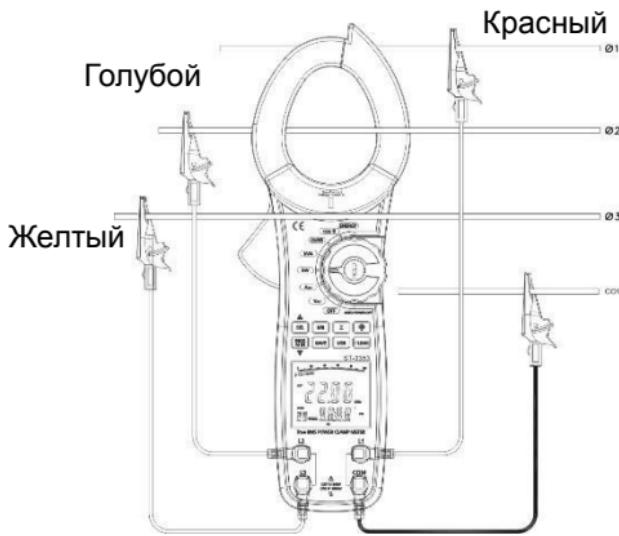

Рис. 6
3. Метод подключения (см. рис. 6, 7, 8):
- При измерении по схеме «3 фазы, 4 провода» подключить прибор, как показано на рис. 6.
Нажать кнопку Σ и удерживать в течение 1 секунды для перехода в нормальный режим измерения. На рис. 6 $\Sigma W = W_1 + W_2 + W_3$.
3. Метод подключения по схеме «3 фазы, 4 провода» или «3 фазы, 3 провода» показан на рис. 6 и 15.
3. Метод подключения схемы «3 фазы, 4 провода» и «3 фазы 3 провода», см. рис. 6 и 15.